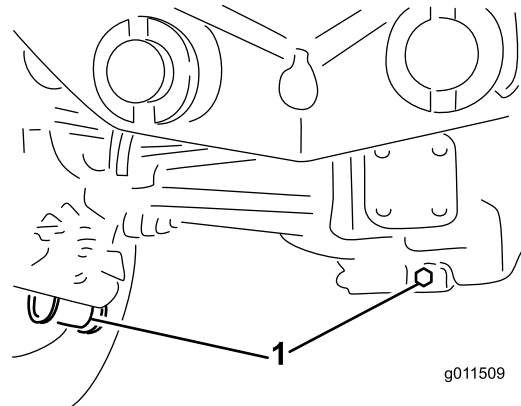

Figura 71
2. Limpe a zona em redor dos 3 tampões de escoamento, 1 em cada extremidade e 1 no centro (Figura 71).